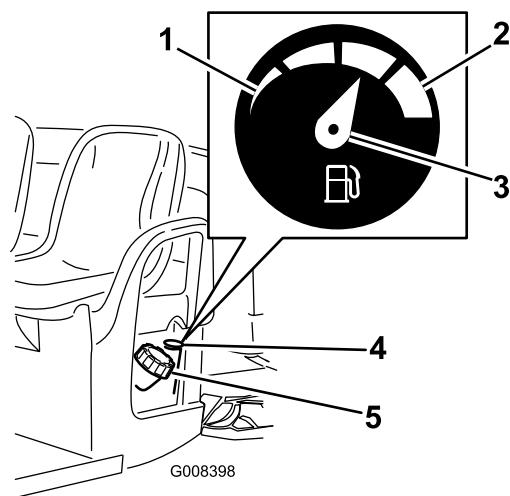

Figure 12
4. Nettoyez la surface autour du bouchon du réservoir de carburant (Figure 12).